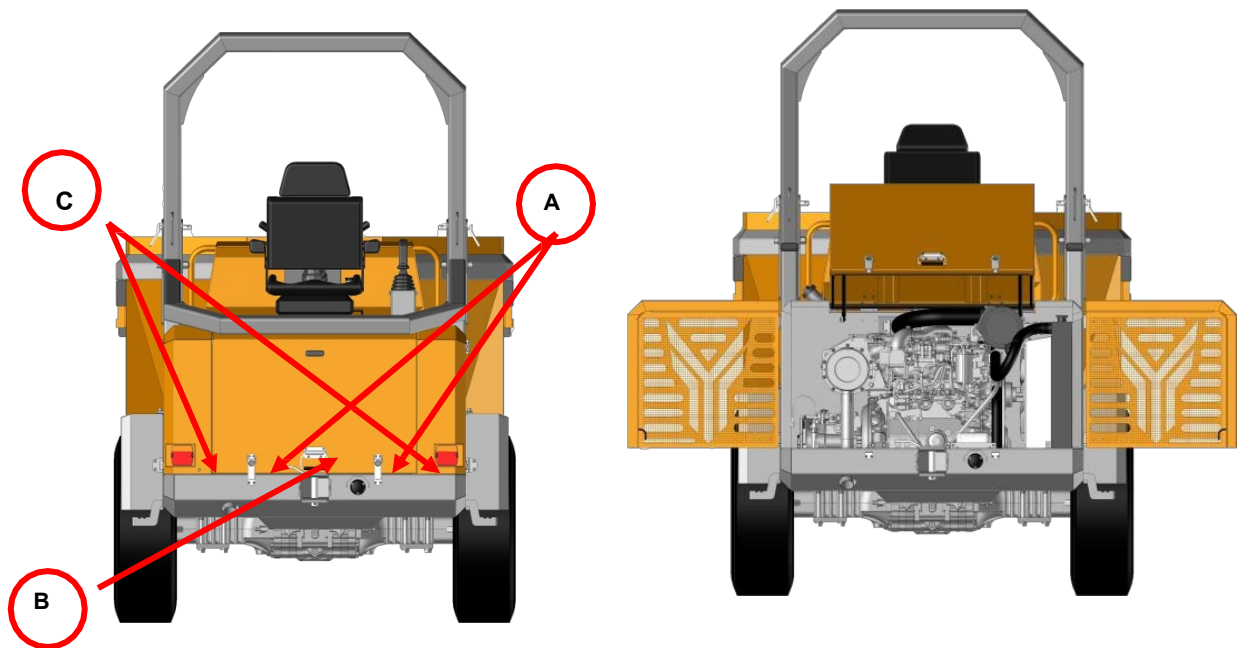

Figure 29. Capot moteur et capots latéraux
- **Capot moteur** : pour ouvrir le capot, tirez sur les loquets A et ouvrez-le (figure 29), puis utilisez la poignée B pour soulever le capot. Pour fermer le capot, abaissez-le à l'aide de la poignée, puis appuyez et verrouillez les loquets des deux côtés.
- **Capots latéraux** : si vous avez besoin d'un accès plus large et plus aisé, utilisez la clé Allen n° 5 aux points C indiqués sur la figure 29 et ouvrez les capots des compartiments latéraux.